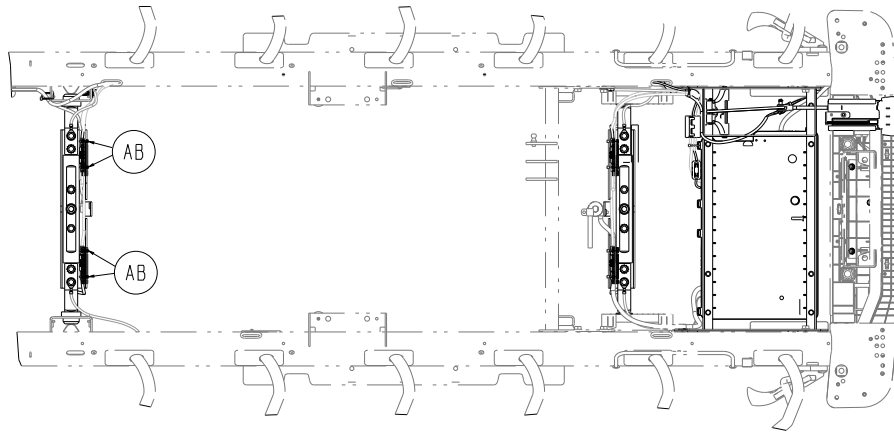

Figure 42 – Système de levage côté tête - emplacement des attaches de câbles
6. À l'aide d'un coupe-fil, couper les quatre attaches de câbles (AB) qui fixent l'ensemble de câble de vérin 1/4 po et le câble de l'ensemble d'appel IR/infirmier au système de levage du côté tête pour accéder au connecteur de câble (Figure 42). Jeter les attaches de câble.